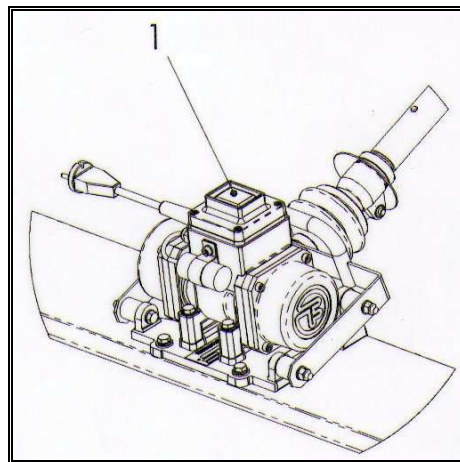

Fig. 1.8-1
- 3°.- Assicurarsi che la posizione dell'interruttore d'avviamento, **Pos. 1** situato sopra la scatola dei collegamenti del motore si trovi in posizione "0". (Vedere Fig. 1.8-1).